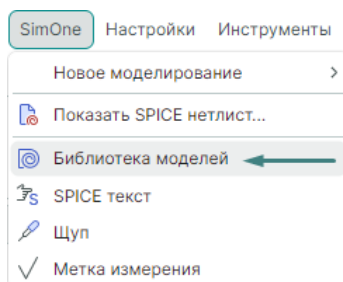

*Рис. 60 Вызов панели
2. Через главное меню «SimOne» → «Библиотека моделей», см. Рис. 60.